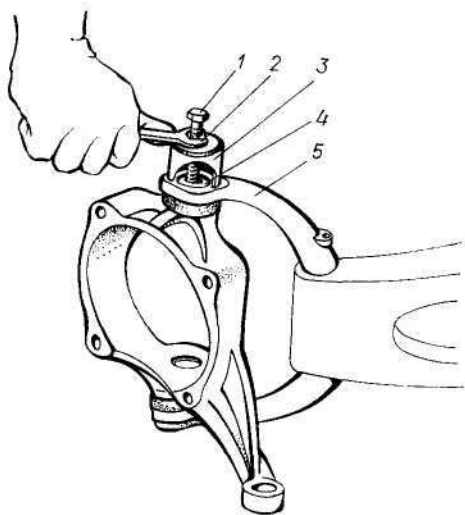

Рис. 175. Снятие шкворня поворотного кулака:
- с помощью съѐмника (рис. 175) снимите шкворни и снимите поворотный кулак;